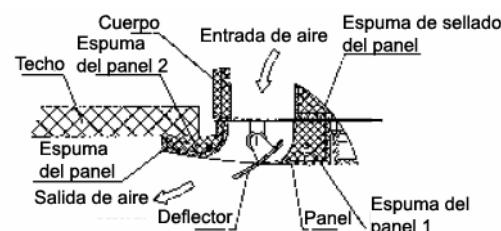

Figura 12
- Siga apretando los tornillos bajo los ganchos del panel hasta que el espesor de la espuma colocada entre el cuerpo y la salida del panel disminuya hasta unos 4~6 mm. El borde del panel debe tocar el techo. (Vea la figura 12)